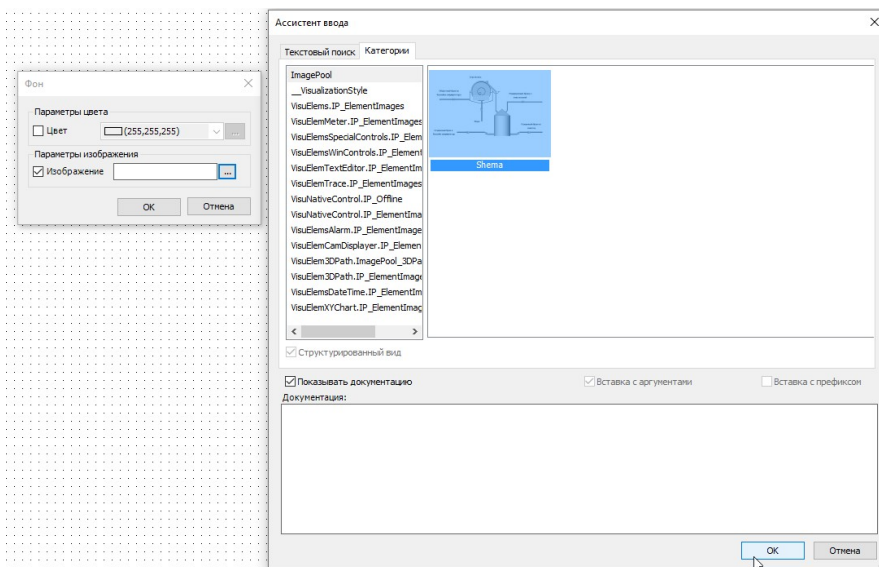

Рис. 79. Добавление изображения в качестве фона
8. В появившемся окне поставить галочку **Изображение**, после чего добавить необходимое изображение из списка (рис. 79).